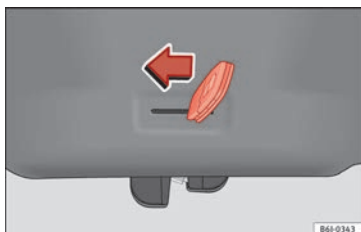

Fig. 7 Ouverture d'urgence du hayon arrière.
- Introduisez le panneton de la clé dans la rainure et déverrouillez le système de fermeture en faisant tourner la clé de droite à gauche, comme indiqué par la flèche » fig. 7.